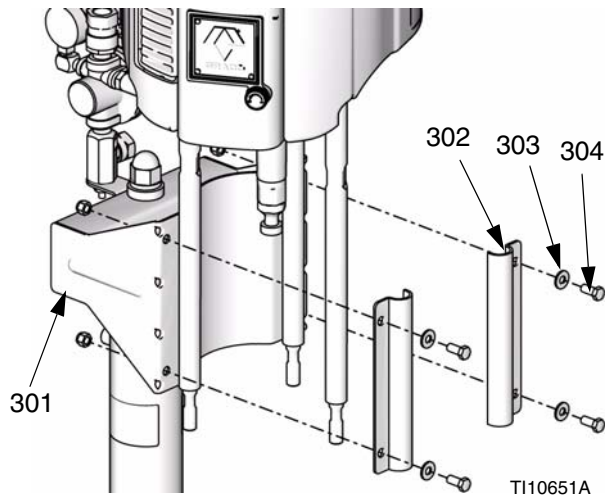

FIG. 27
1. Alinee e inserte las barras de unión en la bomba de desplazamiento. Vea la FIG. 27.
3. Coloque el conjunto de la bomba contra el soporte (301) de forma que las mordazas (302) encajen sobre las barras de unión.